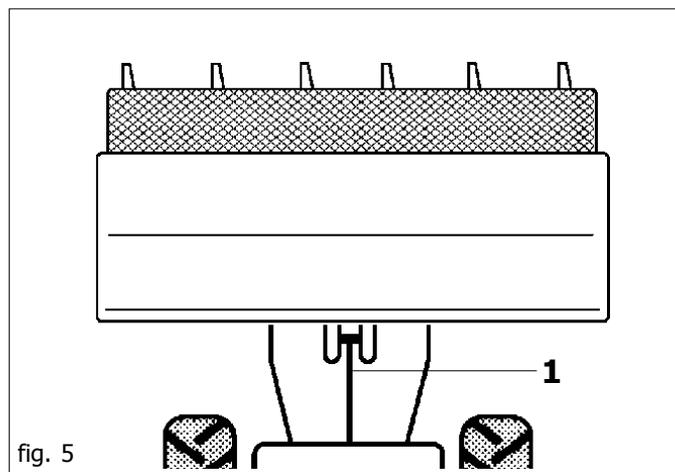
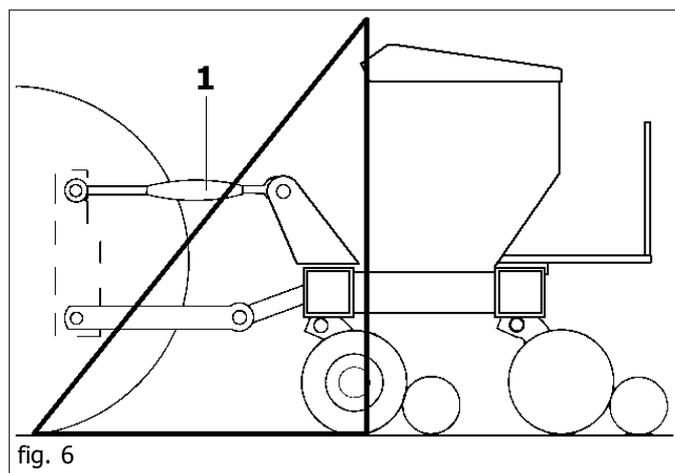

fig. 5
fig. 6
- 2) Collegare la seminatrice all'attacco tre punti del trattore; i perni vanno collegati con le apposite spine; mediante il tirante di regolazione (1 Fig. 5, 6) fare in modo che la seminatrice sia perpendicolare al terreno (Fig. 6).
- a) modificando la **posizione relativa tra coltro depositore e disco assolcatore**, allentare le viti di fissaggio del coltro (fig. 6 rif. 3) e spostarlo fino all'altezza voluta (fig. 7 rif. 2).